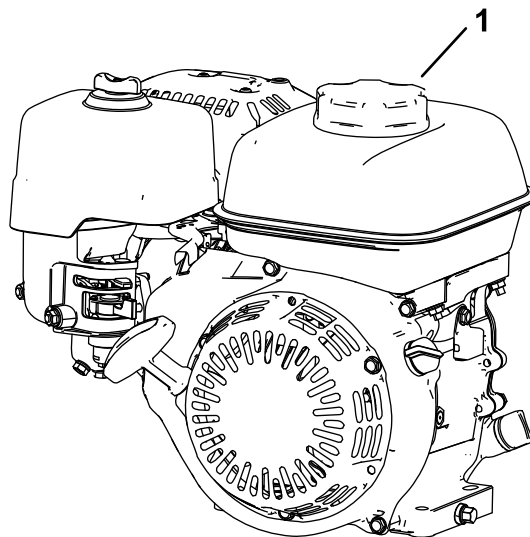

Figure 17
1. Nettoyez la surface autour du bouchon du réservoir de carburant et enlevez le bouchon (Figure 17). Remplissez le réservoir de carburant jusqu'à la base de l'ouverture du goulot; voir le *Manuel du propriétaire* du moteur.